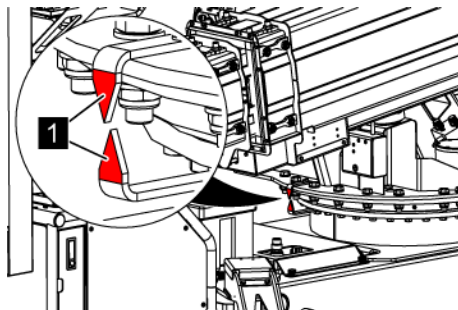

Abb. 189: Drehanzeiger
10. → Die Bühne in Richtung Transportstellung schwenken, bis die beiden Pfeile (Abb. 189/1) des Drehanzeigers fluchten.